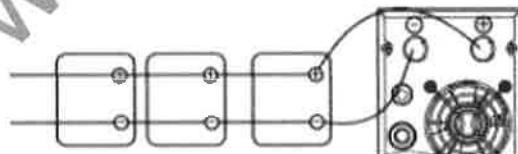

Рисунок 3
**3) Параллельное присоединение нескольких аккумуляторных батарей (смотрите рисунок 3):**